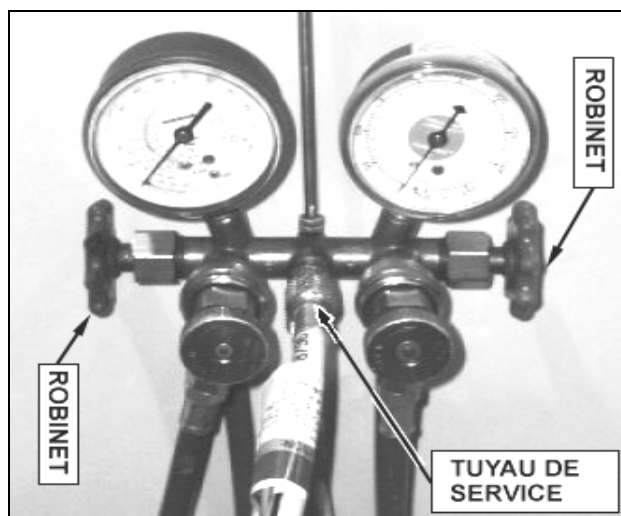

FIGURE 4: MANOMÈTRES SPÉCIFIQUES (R-134-A).
Attention: Les deux (2) robinets des manomètres doivent être fermés avant de les installer (Fig 4).
3. Installer des manomètres spécifiques (Fig 4) sur chaque sortie de service des deux robinets du compresseur (aspiration et décharge).
17. Brancher un dispositif d'aspiration sur le tuyau de service (Fig. 4) des manomètres, ouvrir les robinets des deux manomètres et faire le vide à l'intérieur du compresseur. Fermer les deux robinets des manomètres et débrancher le dispositif d'aspiration.